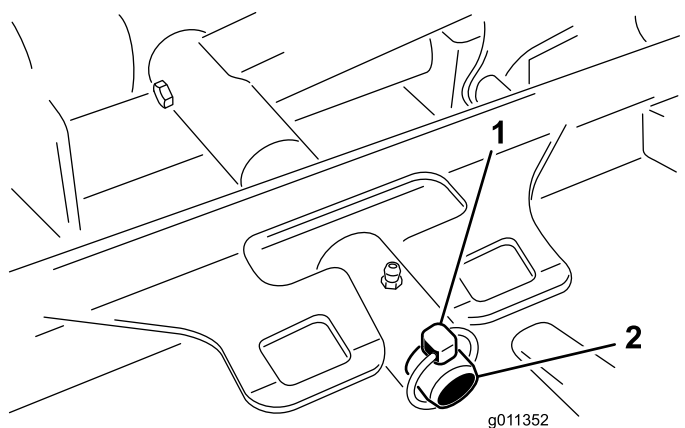

Figure 56
3. Retirez la goupille ou l'écrou de retenue (GM 4700 uniquement) qui fixe le bâti porteur du plateau de coupe à l'axe de pivot du bras de relevage (Figure 56).
3. Faites glisser le bâti porteur du plateau de coupe sur l'axe de pivot du bras de relevage. Fixez avec la goupille ou l'écrou de retenue (GM 4700 uniquement) (Figure 56).